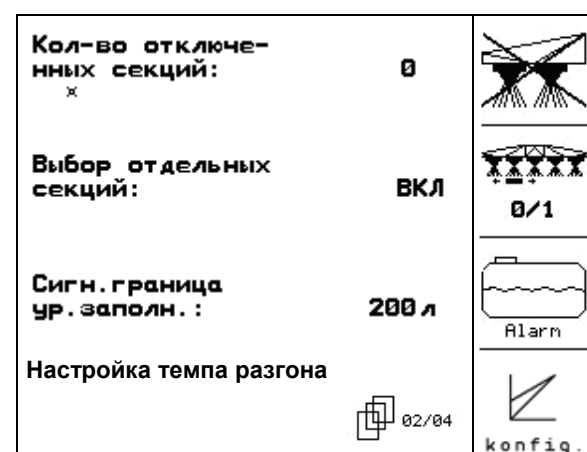

Рис. 9
Страница 2 02/05 (Рис. 9)
-  Постоянное выключение секций. Показываемая цифра (Рис. 9) информирует о количестве постоянно выключённых секций (цифра 0 = выключённые секции отсутствуют) (см. с. 31).